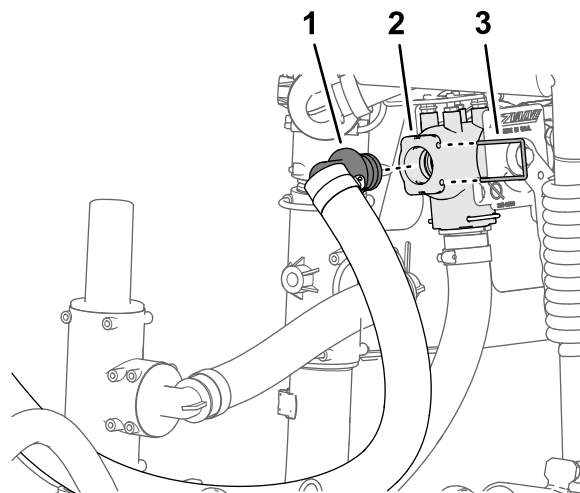

Figure 32
3. Placez le raccord à 90° cannelé du flexible d'alimentation du mélangeur dans l'orifice inférieur de la vanne de coupure du mélangeur (Figure 32).
4. Fixez le raccord cannelé à la vanne de coupure avec un étrier (Figure 32).